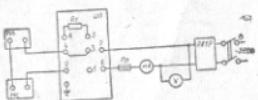

Рис. 6.
9.1. Проводить проверку милливольтметров по схемам, приведенным на рис. 6, 7.